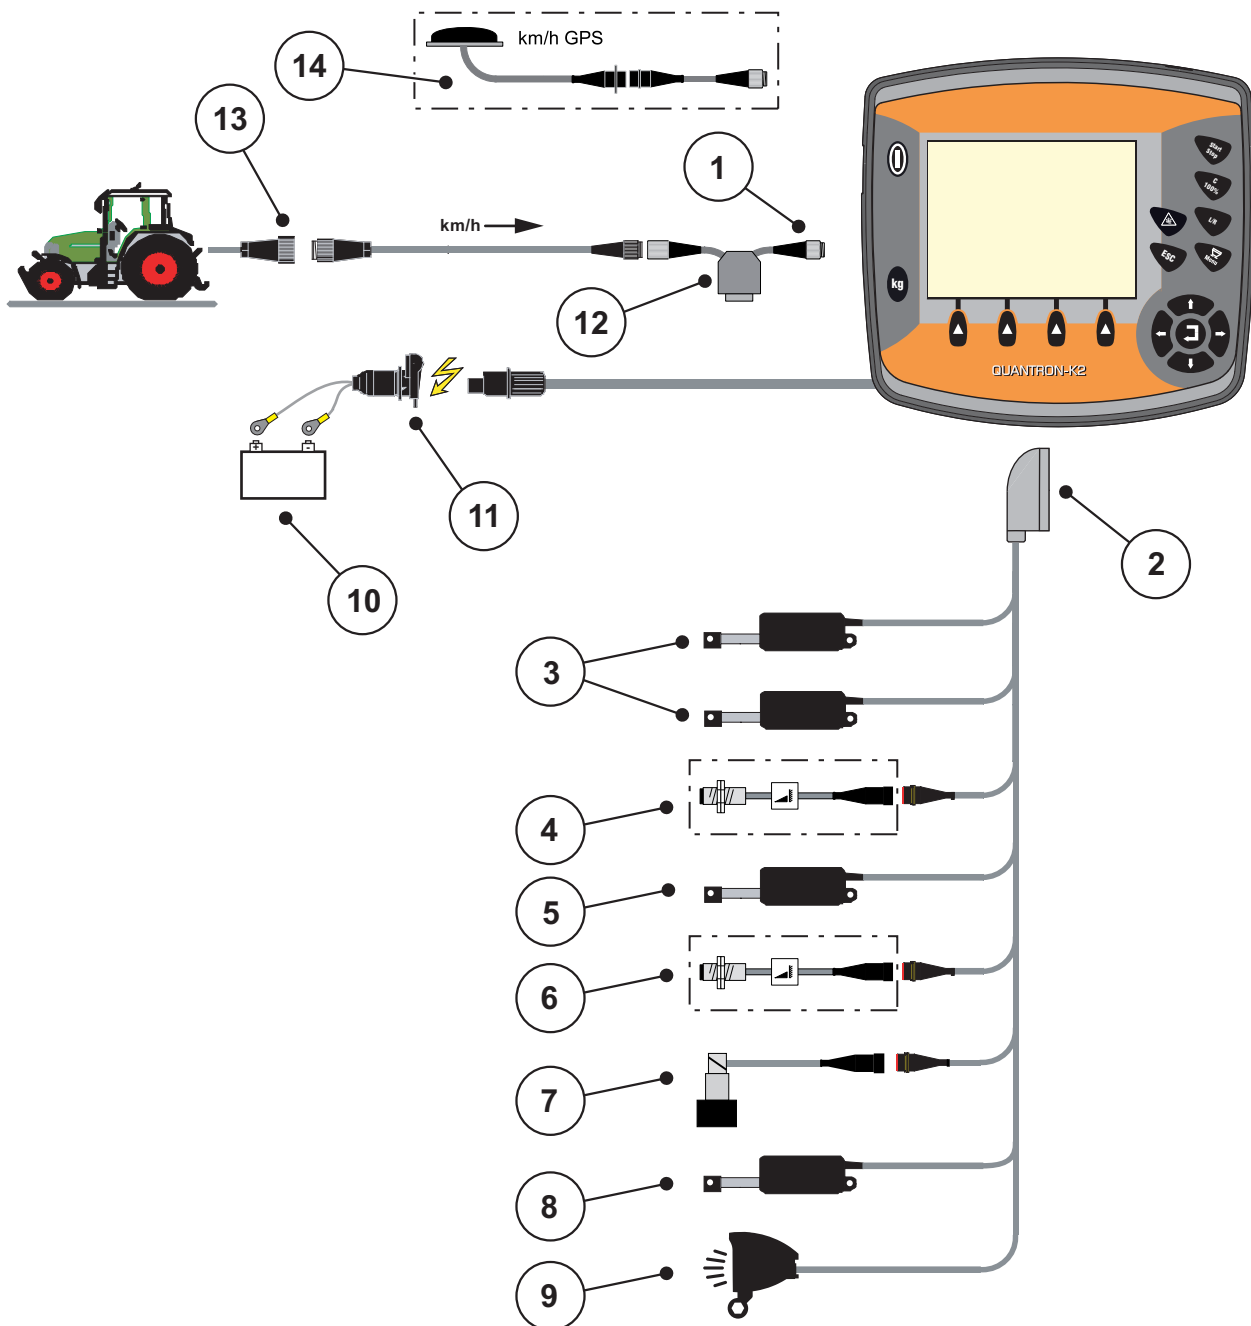
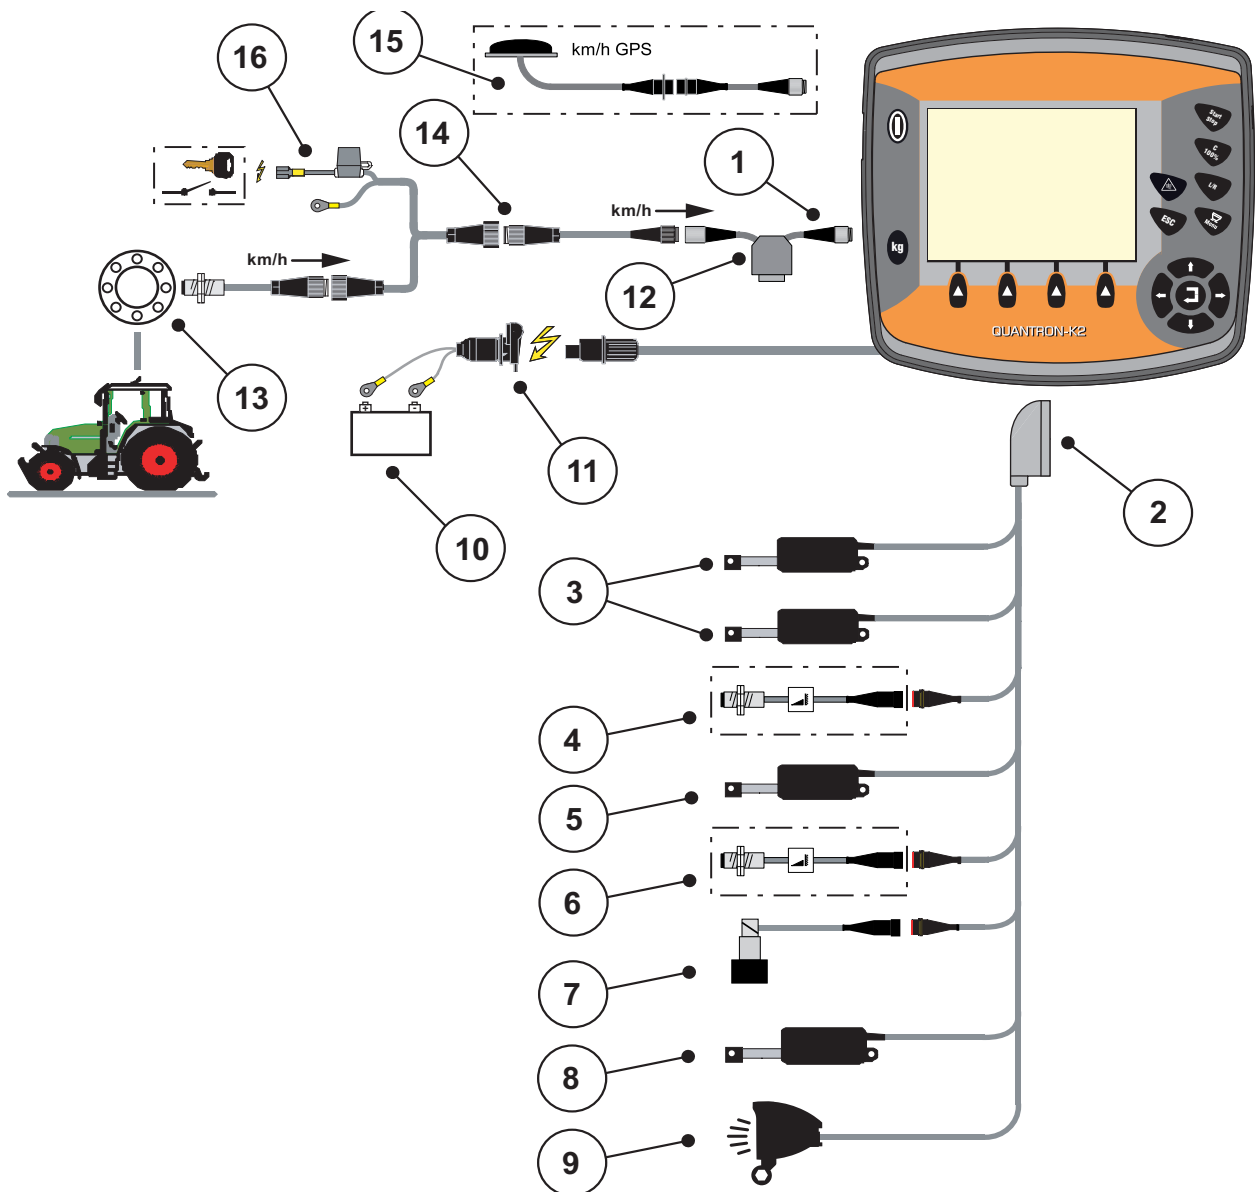

Figura 3.3: Schema dei collegamenti QUANTRON-K2 (standard)
Figura 3.5: Schema dei collegamenti QUANTRON-K2 (Alimentazione di corrente mediante blocco di accensione)
- Collegare l'unità di comando alla presa a 7 poli o al sensore di velocità di marcia (secondo la dotazione, vedi da figura 3.3 a figura 3.5).